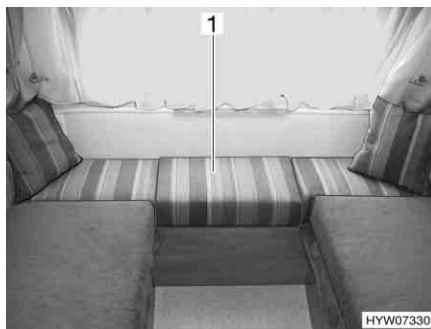

Fig. 30 Dinette dopo l'allungamento
- Inserire il cuscino aggiuntivo (Fig. 30,1).